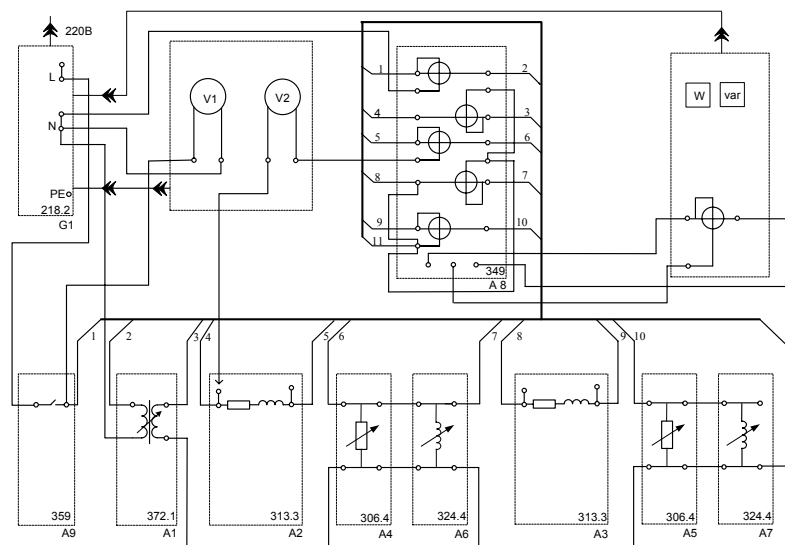

Рисунок 6 - Схема электрических соединений
1. Ознакомиться со схемой электрических соединений (рис.6).